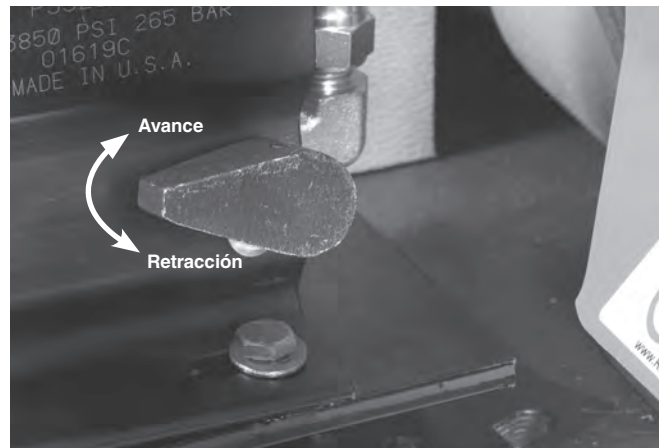

Figura 9 – Posición de la manivela de liberación de la bomba
- Para retraer el rodillo ranurador, coloque la manivela de la bomba en la posición de retracción. *Vea la Figura 9.*